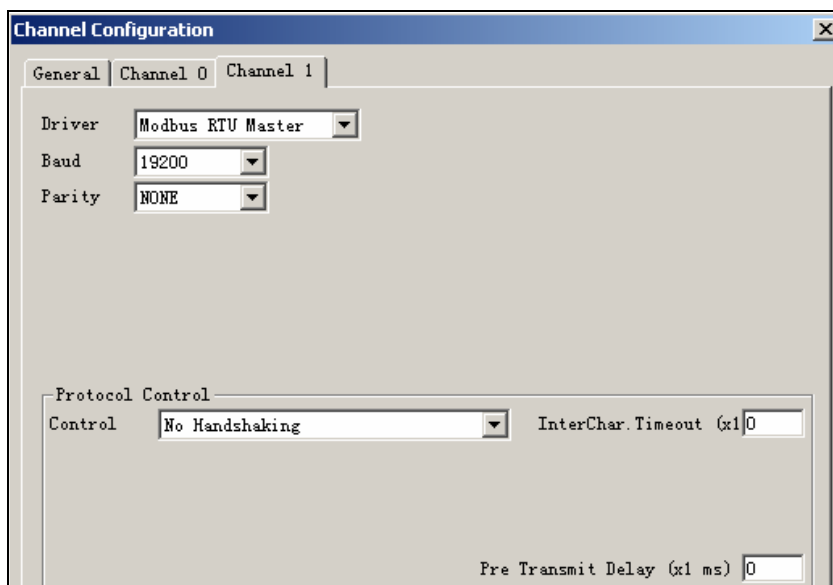

图 3-134 设置通道 1 参数
(10) 双击 Channel Configuration (通道组态) 文件夹, 单击 Channel 1 选项卡, 如图 3-134 所示, 设置以下参数: